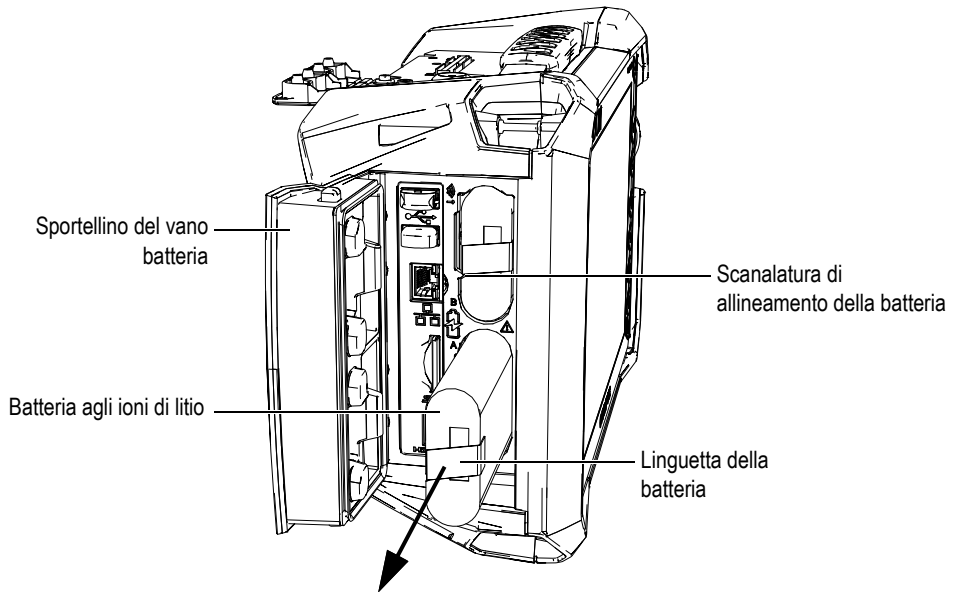

Figura 3-3 Rimozione di una batteria agli ioni di litio
2. Premere la batteria verso l'interno, in seguito tirare verso sinistra la linguetta della batteria e estrarre la batteria (Figura 3-3 a pagina 49).